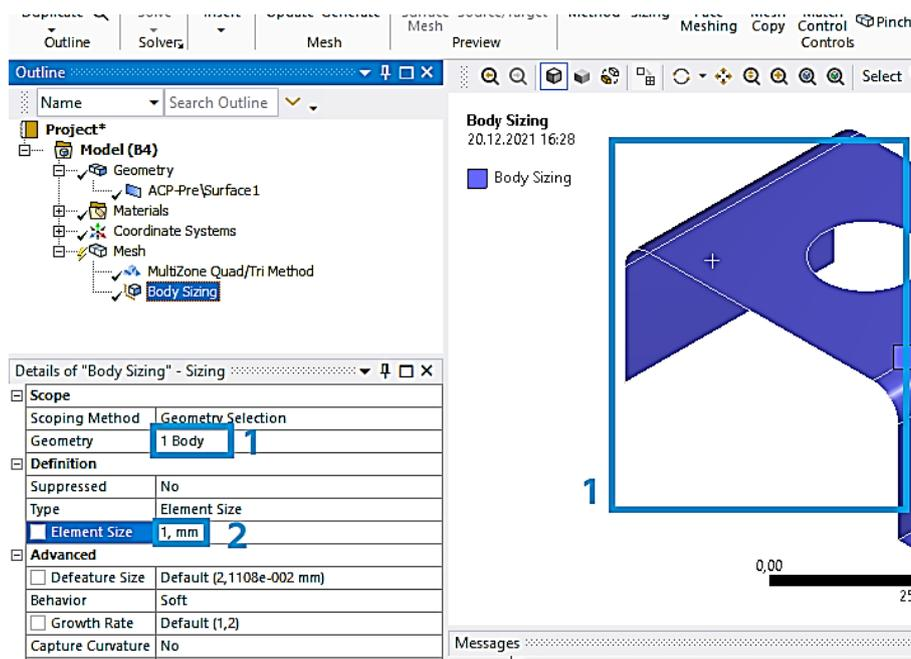

Рис. 16. Задание настроек сетки
- жмем ПКМ на **Mesh** – **Insert** – **Sizing**, выделяем всю геометрию (1) и задаем величину ячеек 1 мм (2) (рис. 16).